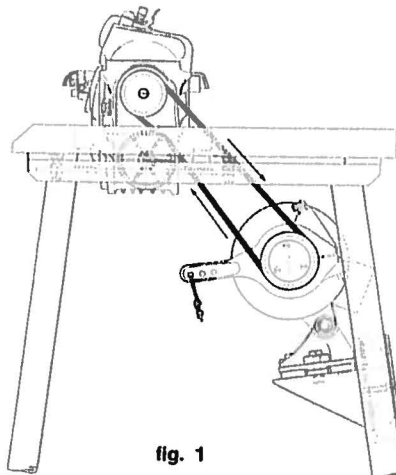

fig. 1
1. Montare la cinghia di trasmissione secondo lo schema fig. 1.